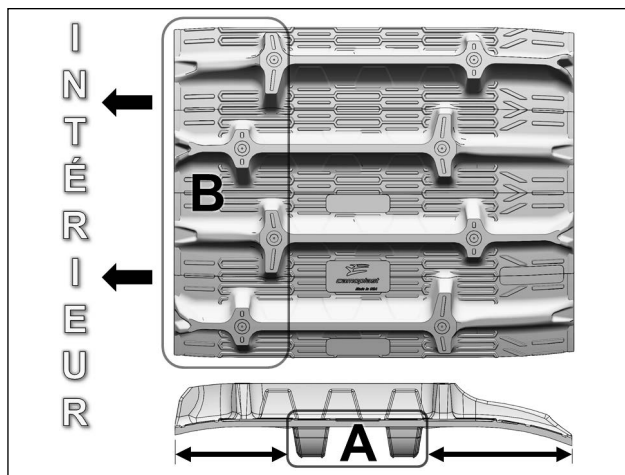

Figure 32
Chenille avant: Les crampons de traction internes (A) ne sont pas centrés à l'intérieur de la chenille. Positionner la partie la plus étroite (B) vers l'intérieur du système. Figure 32.